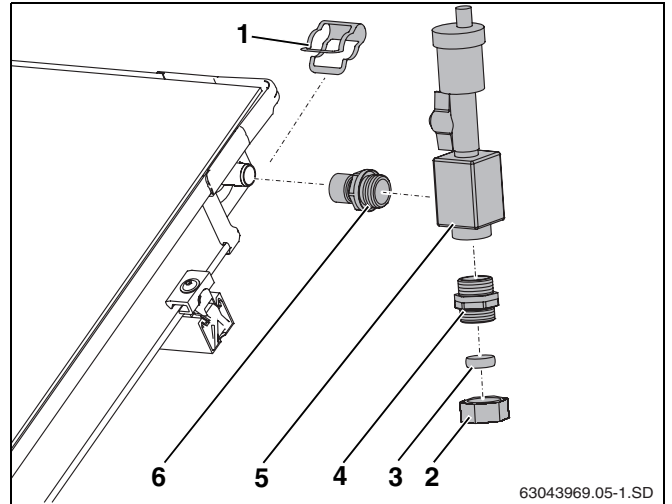

Fig. 59 Conexión del purgador
- ▶ Enrosque firmemente el casquillo (fig. 59, **pos. 6**) y el casquillo doble (fig. 59, **pos. 4**) en el acumulador de aire (junta tórica).
- ▶ Coloque el acumulador de aire (fig. 59, **pos. 5**) con el casquillo en la conexión del colector y asegúrelo con una abrazadera.
- ▶ Conecte el tubo colector a la rosca de conexión (18 mm) (fig. 59, **pos. 2**).